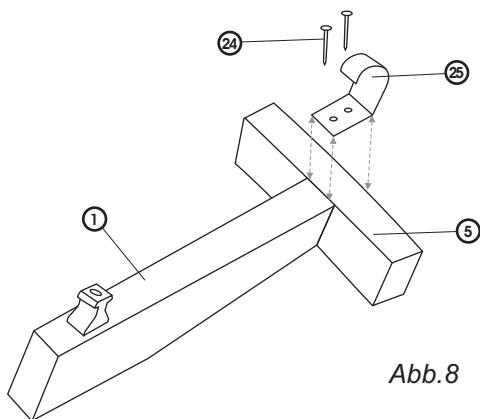

Abb. 8
f) Die Klammern ⑳ werden am Rähmholz ⑤ mit Nägeln ㉑. Nachdem die Nägel eingeschlagen sind, sind die Klammern so zu biegen, dass ein rechter Winkel (90°) entsteht. (Abb. 8)